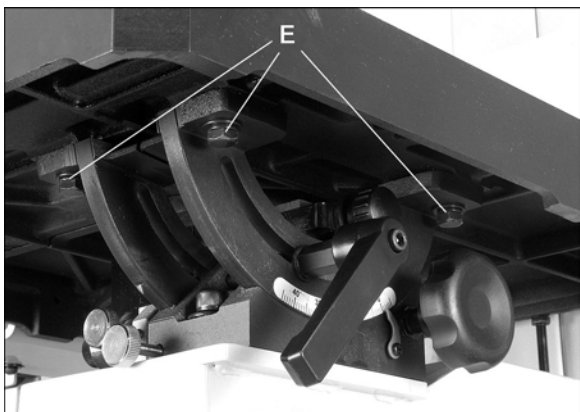

Рис. 10.
5. Если угловой паз не параллелен пильному полотну, ослабьте четыре винта (Е, Рис. 10), которые крепят стол к поворотной опоре и сместите стол на необходимое расстояние так, чтобы угловой паз стал параллелен пильному полотну.